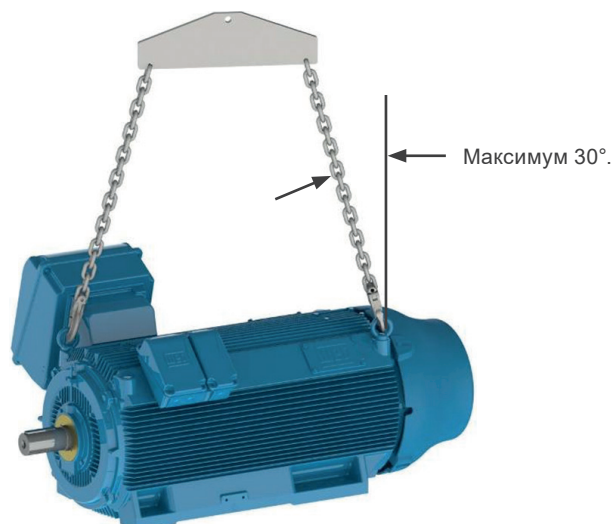

Рисунок 4.5: Максимальный результирующий угол для горизонтальных двигателей HGF, W40, W50 и W51 HD
- Для двигателей HGF, W40, W50 и W51 HD, как показано на Рисунок 4.5 на стр. 4-4, максимальный результирующий угол не должен превышать 30° по отношению к вертикальной оси.